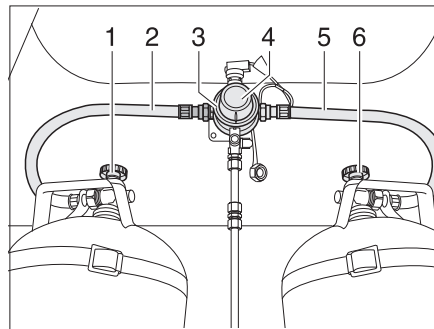
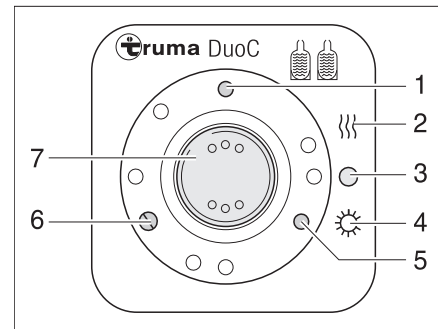

Bild 175 DuoControl-Umschaltanlage
Bild 176 Bedieneinheit
Die DuoControl-Umschaltanlage besteht aus einem Umschaltventil (Bild 175,3) und der Bedieneinheit (Bild 176). Das Umschaltventil ist zwischen den Gasschläuchen (Bild 175,2 und 5) montiert. Mit dem Drehknopf (Bild 175,4) am Umschaltventil kann bestimmt werden, welche der Gasflaschen als Betriebsflasche und welche Gasflasche als Reserveflasche verwendet wird.
An der Bedieneinheit (Bild 176) können nur die elektrischen Funktionen geschaltet werden. Die Haupt-Absperrventile der Gasflaschen (Bild 175,1 und 6) müssen von Hand geöffnet werden.
Das Umschaltventil gewährleistet einen konstanten Gasdruck, unabhängig davon, welche Gasflasche Gas liefert. Die zwei Kontroll-Leuchten an der Bedieneinheit zeigen den Füllstand der Betriebsflasche an. Wenn die grüne Kontroll-Leuchte (Bild 176,6) leuchtet, ist die Betriebsflasche voll. Wenn die rote Kontroll-Leuchte (Bild 176,5) leuchtet, ist die Betriebsflasche leer. Die Gasversorgung erfolgt dann über die Reserveflasche.
- Die Haupt-Absperrventile an den Gasflaschen (Bild 175,1 und 6) öffnen.
- Mit dem Drehknopf (Bild 175,4) am Umschaltventil (Bild 175,3) die Gasflasche wählen, der vorrangig das Gas entnommen werden soll (Betriebsflasche). Den Drehknopf immer bis zum Anschlag drehen.
- An der Bedieneinheit (Bild 176) die DuoControl-Umschaltanlage einschalten. Dazu den Wippschalter (Bild 176,7) auf Winterbetrieb "Fernanzeige Ein und Heizen" (Bild 176,2) oder auf Sommerbetrieb "Fernanzeige Ein" (Bild 176,4) stellen. Das Umschaltventil ist jetzt entlüftet. Die gelbe Kontroll-Leuchte (Bild 176,1) leuchtet, wenn Winterbetrieb gewählt wird und die Regler-Enteisungsanlage eingeschaltet ist.
- Den Wippschalter (Bild 176,7) auf "O" (Bild 176,3) stellen. Die gelbe Kontroll-Leuchte (Bild 176,1) erlischt.
- Die Haupt-Absperrventile an den Gasflaschen (Bild 175,1 und 6) schließen.
Die Kontroll-Leuchten an der Bedieneinheit (Bild 176,5 und 6) signalisieren im Fahrzeuginneren, ob die Betriebsflasche betriebsbereit ist.
Wenn die grüne Kontroll-Leuchte (Bild 176,6) während des Betriebs erlischt und die rote Kontroll-Leuchte (Bild 176,5) aufleuchtet, ist die als Betriebsflasche gewählte Gasflasche leer und muss gewechselt werden. Die Reserveflasche versorgt die Gasverbraucher weiterhin mit Gas.